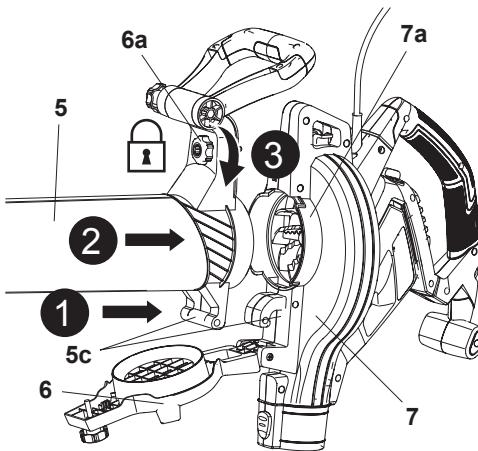

Fig. 5
- Enganche el saliente del tubo (5) para colgar (5c) a la unidad principal (7), luego inserte el conjunto del tubo (5) en el puerto de vacío (7a) hasta el tope (Fig. 5, pasos 1, 2).
lugar (Fig. 5, paso 3). Puede escuchar un clic una vez que el pomo de bloqueo (5b) esté colocada correctamente y se activará el interruptor incorporado. NOTA: Para separar el conjunto del tubo de la unidad principal, desatornille el pomo de bloqueo (5b) en sentido antihorario, luego sáquela de la unidad principal.